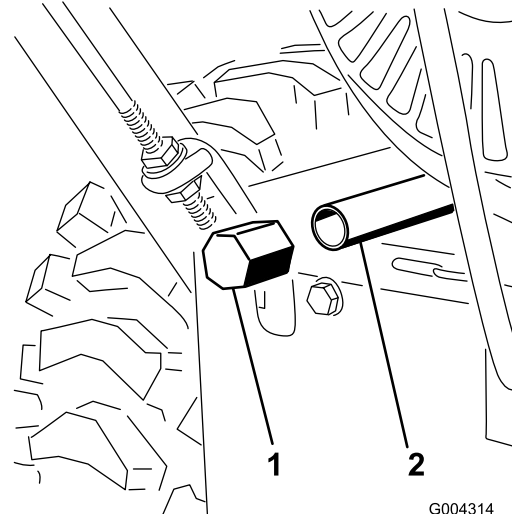

Bild 32
3. Reinigen Sie den Bereich um die Ablassschraube (Bild 32)
4. Schieben Sie eine Ölwanne unter den Ablassstutzen und entfernen Sie die Ölablassschraube (Bild 32).